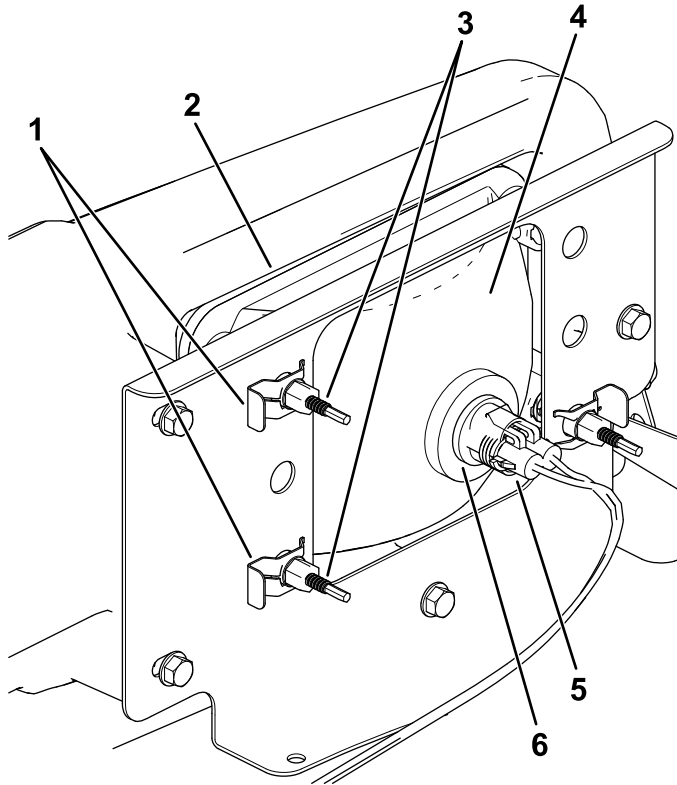

Figura 49
3. Desligue o conector elétrico para a cablagem do conector do conjunto da lâmpada (Figura 49).
4. Retire os cliques rápidos que fixam o farol ao respectivo suporte (Figura 49).
5. Retire o conjunto do farol movendo-o para a frente através da abertura no pára-choques dianteiro (Figura 49).
6. Instale o novo farol através da abertura no pára-choques (Figura 49).
8. Ligue o conector elétrico para a cablagem ao conector do conjunto da lâmpada (Figura 49).
5. Na parte traseira do conjunto de faróis, rode os parafusos de ajuste (Figura 49) para inclinar o conjunto dos faróis e alinhar a posição do feixe.